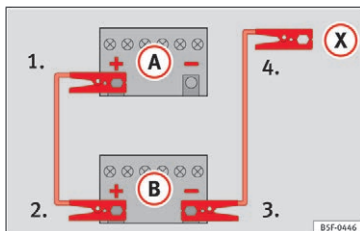

Fig. 59 Tilslutningsdiagram for biler uden start-stop-system
2. Sæt den ene ende af det røde startkabel på pluspolen (+) i bilen med det afladene batteri (A) » » » Fig. 59.
3. Sæt den anden ende af det røde startkabel på pluspolen (+) i den bil, der skal give strøm (B).
4. I biler uden start-stop-system: Sæt den ene ende af det sorte startkabel på stel-punktet (-) på den bil (B) » » » Fig. 59, der skal give strøm.